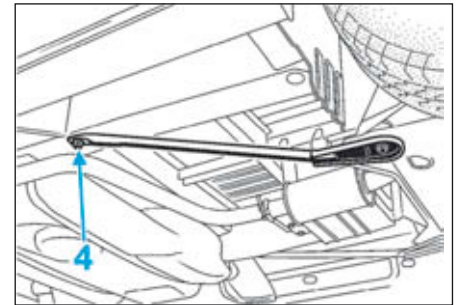

FIG.18
- Desserrer les vis arrières (4) des barres de renfort de berceau (Fig.18).